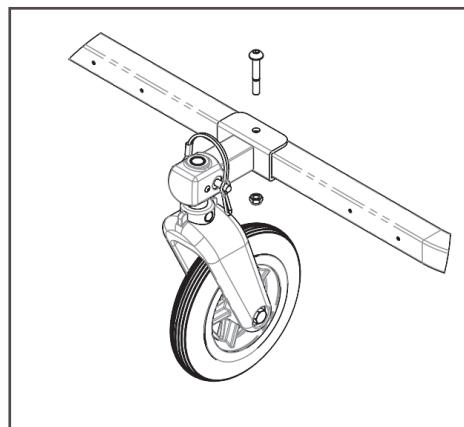

図31
4. ホイールブラケットをフレーム上にスライドさせ、ロケーターピンをフレームチューブの前面にある小さな穴にフィットさせます(図31)。